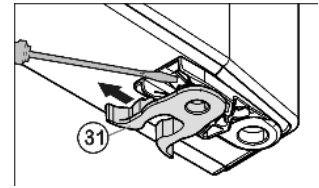

Fig. 6
- ▶ переставити Fig. 6 (31) пружинний затискач: Натиснути язичок защіпки вниз, зняти з нього пружинний затискач.